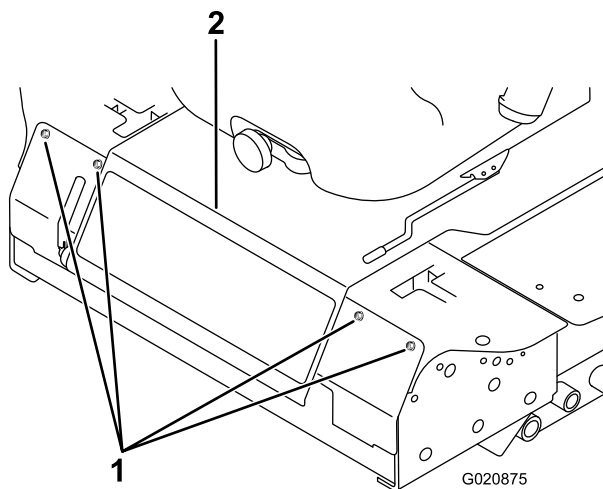

Figura 58
3. Afloje los pernos del panel delantero y retire el panel (Figura 58).